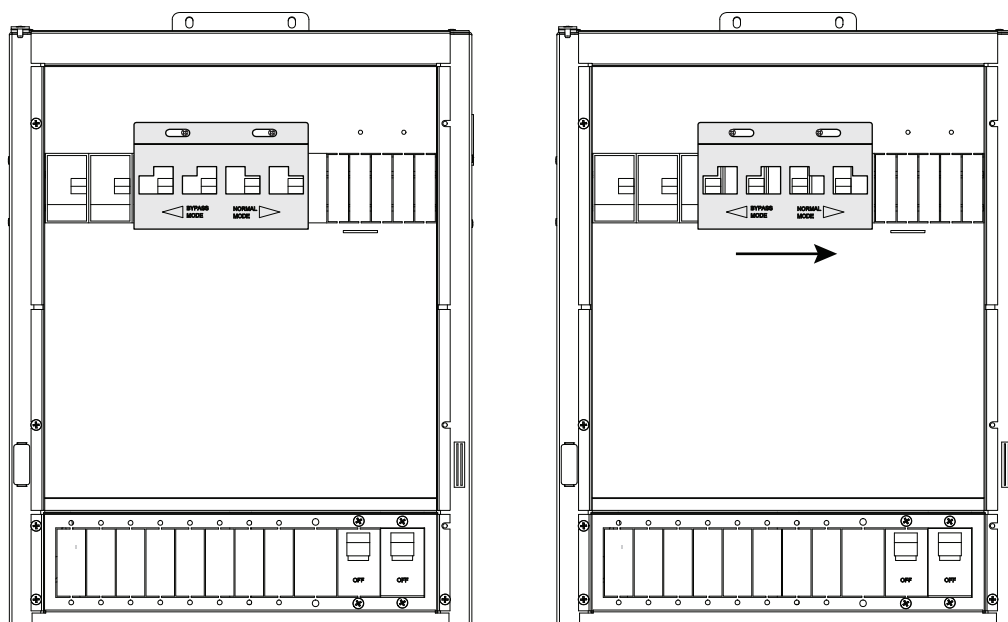

Figura 3-26 Instalación de la placa de enclavamiento de derivación diseñada a medida
- Instale la placa de enclavamiento de derivación diseñada a medida, como se muestra en Figura 3-26 en las páginas 3-48.
2. Verifique que los interruptores estén en la posición hacia abajo, coloque la placa de enclavamiento de derivación sobre los interruptores, como se muestra en Figura 3-26, y fíjelo con los elementos suministrados.
3. Para establecerlo en posición Normal, deslice la placa de derivación hacia la derecha, como se muestra en Figura 3-26.
10. Instale la placa de enclavamiento de derivación diseñada a medida, como se muestra en Figura 3-26 en las páginas 3-48.